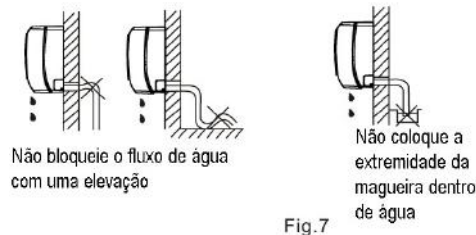

Fig.7
1. Encaminhe a mangueira de drenagem inclinada para baixo. Não instale a mangueira conforme indicado na Fig.7.